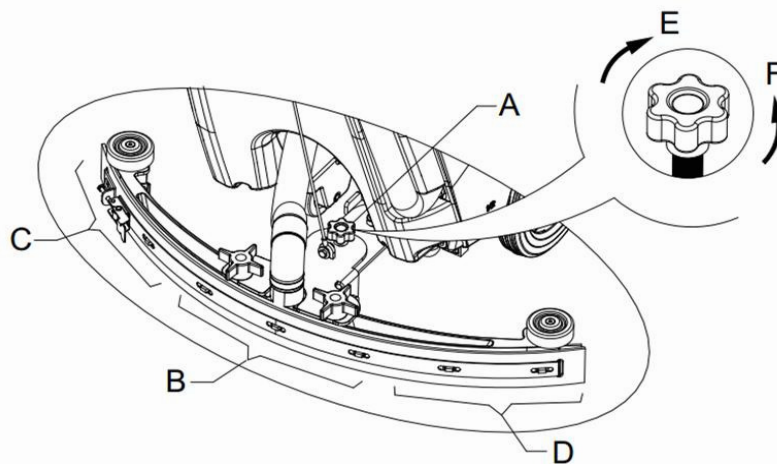

Figura 9
10. Ajuste o squeegee através do punho de ajuste (A) do squeegee (veja a **Figura 9**).